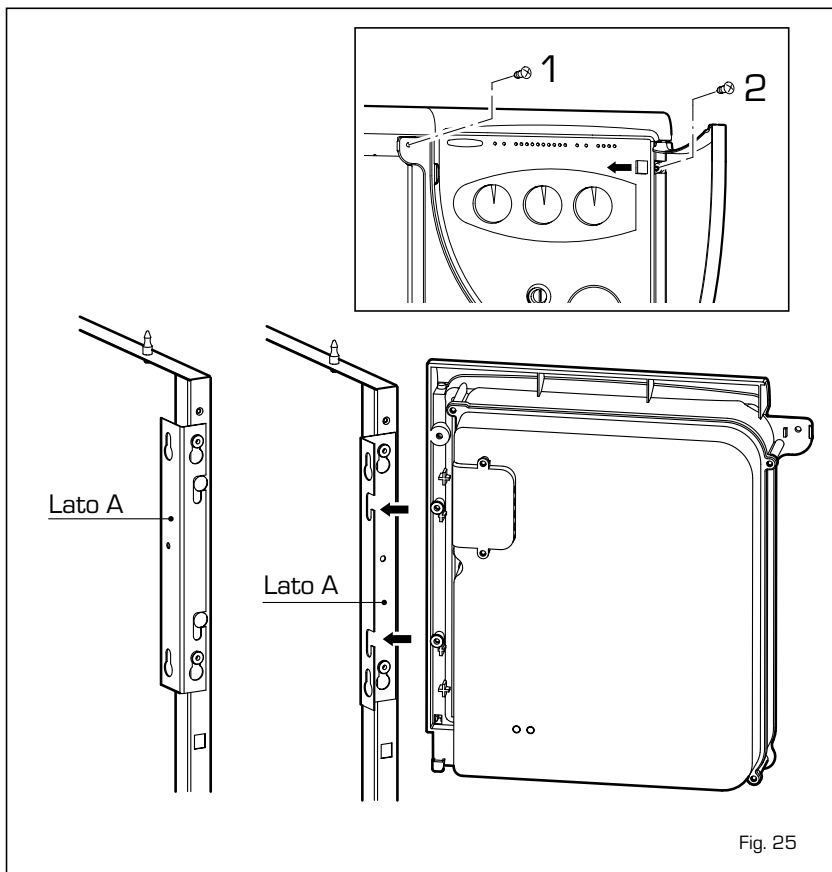

Fig. 25
4.6.1 Desmontagem da tampa do envólucro e do painel de comandos (fig. 25)